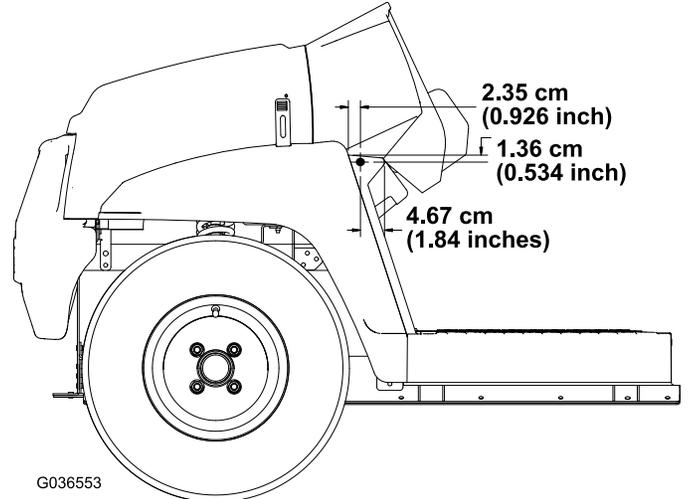

図 30
2. 機体の左右のフットボードの外側の、図 30に示された寸法位置に、直径 8mm の穴を 1ヶ所開ける。